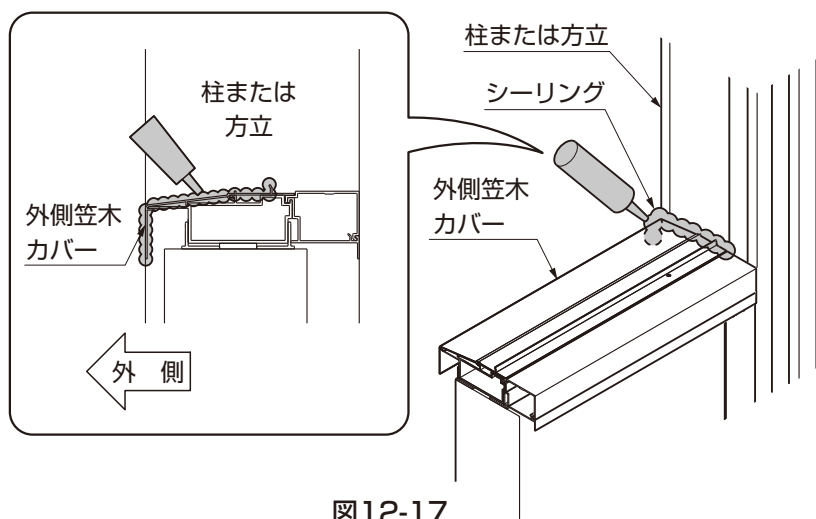

図12-17
⑤外側笠木カバー端部と柱、方立の継ぎ目にシーリングをしてください。(図12-17参照)